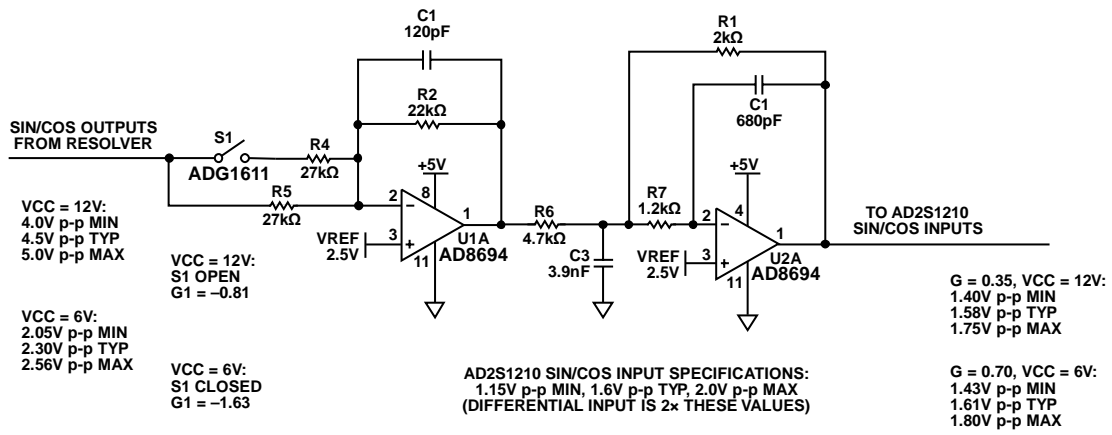

図 8. レゾルバのレシーバ回路（簡略回路図：全接続の一部およびデカップリングは省略されています。）
3 次バターワース・フィルタとゲインの設定が可能な段を備えたレシーバ回路を図 8 に示します。ドライバ回路が高性能モード (VCC = 12V) の場合、S1 が開状態になり、総合ゲインが 0.35 になります。レゾルバの入力駆動信号は 18Vp-p (差動) であり、レゾルバの変換比が 0.5 であることから SIN/COS 出力は 9Vp-p の差動信号になります。9Vp-p の差動信号は 4.5Vp-p のシングルエンド信号に相当し、0.35 のゲイン係数を掛けると 1.58Vp-p (差動では 3.16Vp-p) になります。この値は AD2S1210 の SIN/COS 入力に対して最適な入力電圧です。同様に、低消費電力モードでは S1 が閉状態になり、総合ゲインが 0.7 になります。この場合も AD2S1210 の SIN/COS 入力に対して最適な入力信号レベルを提供します。
2. 過電圧の影響を受ける部品がないようにすること。たとえば、レゾルバの出力電圧がスイッチ ADG1611 に対して高すぎる場合、図 8 に示されているように回路の入力と直列に抵抗を追加することができます。